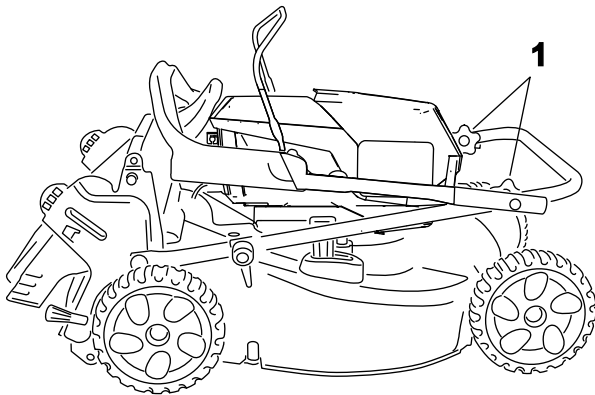

Figur 20
1. Avlägsna knappen till den elektriska startmotorn (Figur 20).